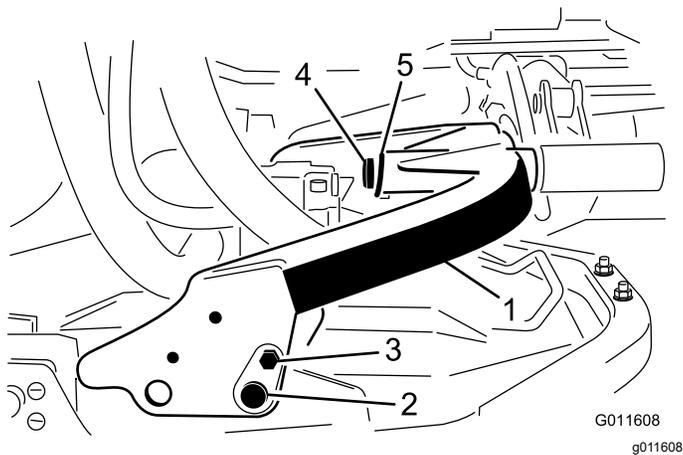

图 2
1. 旋转承载架并用平销、螺栓和螺母将其固定到刀盘架。按照图 2 所示放置。
**注意** 对于后滚刀组向前旋转承载架图 2。对于前滚刀组向后旋转承载架。